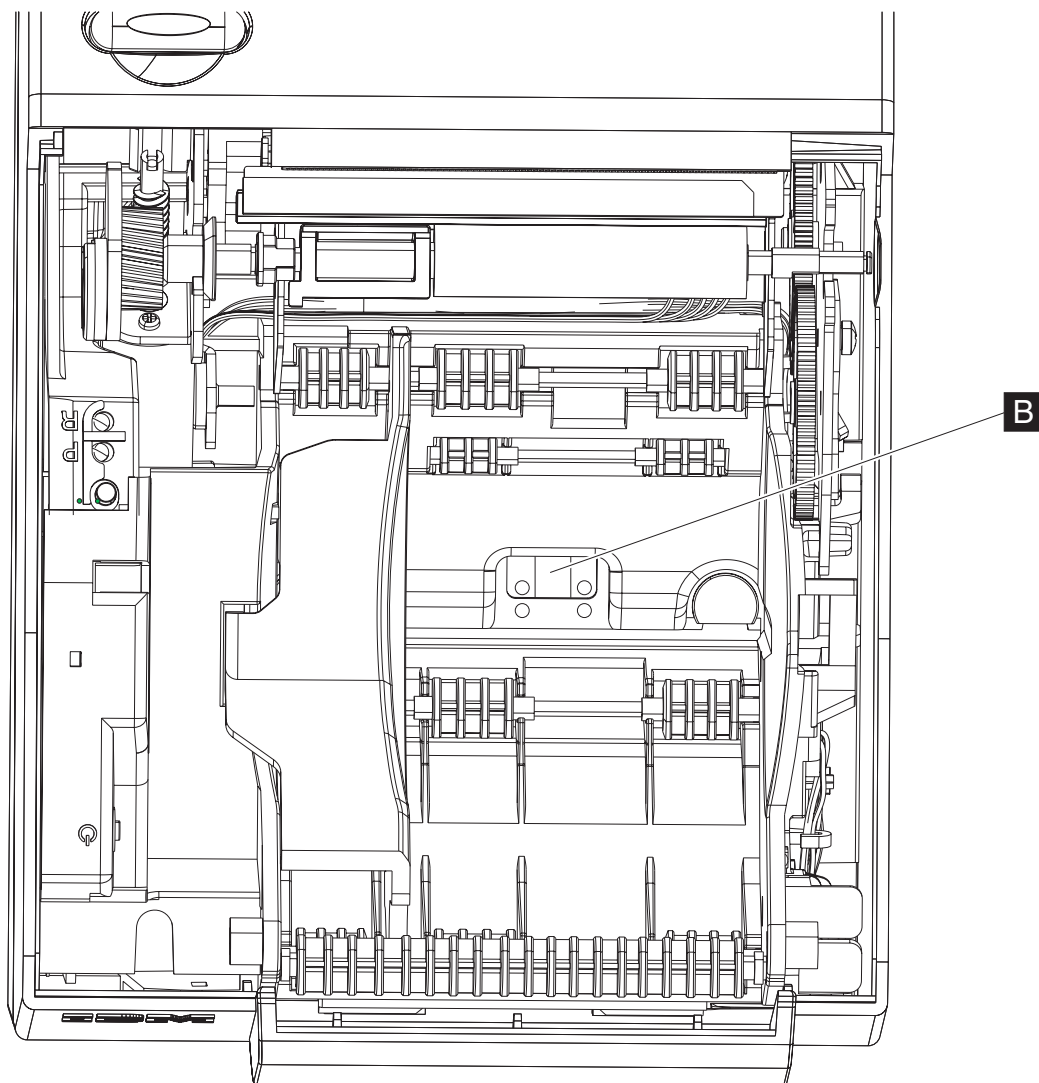

图 14. 挂装释放按钮
2. 在按挂装释放按钮（图 14 中的 **B**）的同时，使打印机部件升高（或降低）直至其离开挂装标杆和挂钩。